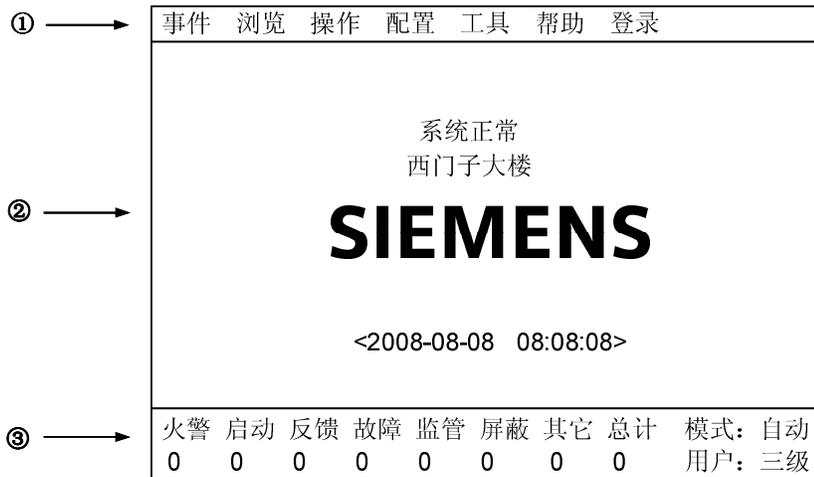

图 3-2
② 是浏览窗口：
③ 是统计窗口：
- JB-TGZL-FC18R 包含 3 个不同的用户级别，显示在屏幕右下角（图 3-2）：